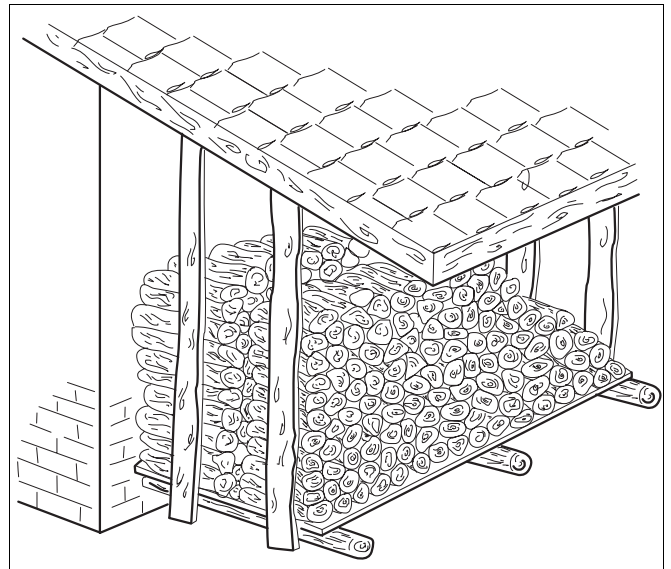

Abb. 17 Brennstofflagerung außerhalb von Gebäuden
- Stapeln Sie das Holz locker an einer Wand auf und stützen Sie es auf wenigstens einer Seite ab (Abb. 17).